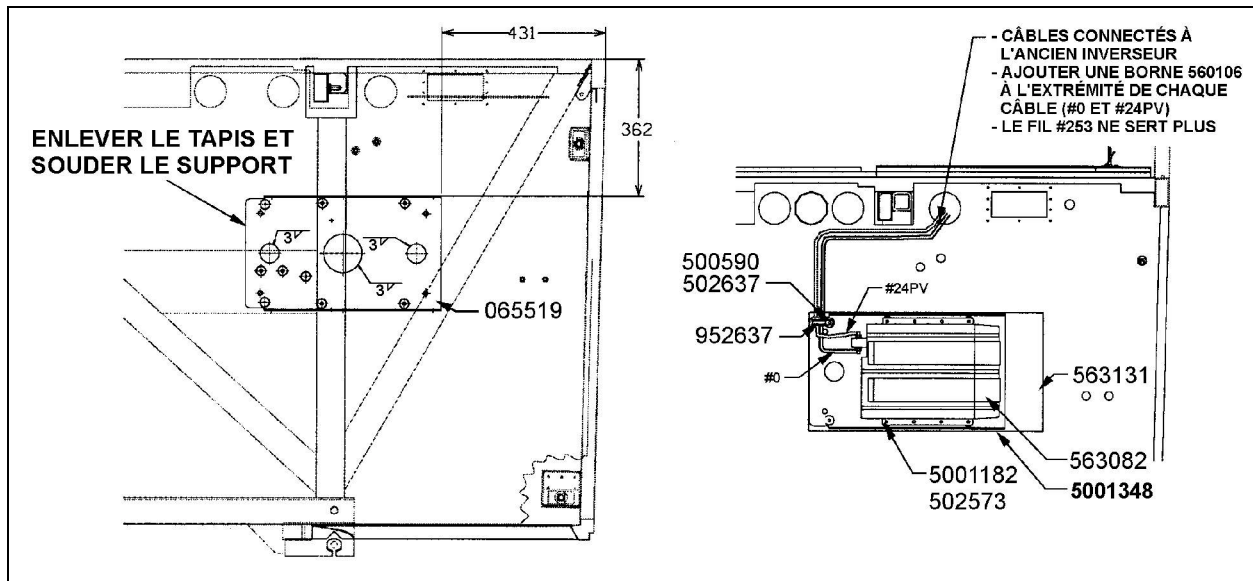

FIGURE 4
2. Découper une partie du tapis de la paroi si nécessaire et souder le support (065519) sur la paroi arrière du compartiment selon les références de la figure 4. Voir les pages 2 et 3 pour les paramètres de soudure.
4. Ajouter une borne (560106) à l'extrémité des câbles #0 et #24PV et les fixer sur l'inverseur selon la figure 4. Couper le fil 253 et fixer les câbles à l'aide du serre-câbles (952637), du écrou à oreille (5001348), d'une rondelle (502637) et d'un écrou (500590).